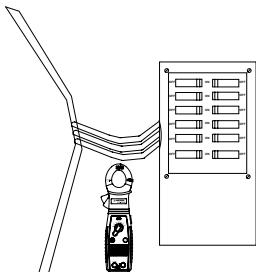

图7. 非接触式电压(NCV)测量
1. 从仪表上断开测试线。在任何选定功能/量程下按下“NCV”按钮。屏幕将关闭，LED闪烁，发出短促的“啁啾”声，表示在进行自检。参见图7。